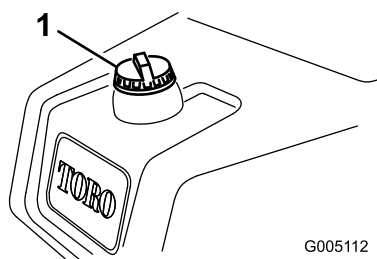

Figura 29
1. Pulite attorno al tappo del serbatoio del carburante e rimuovetelo (Figura 29).